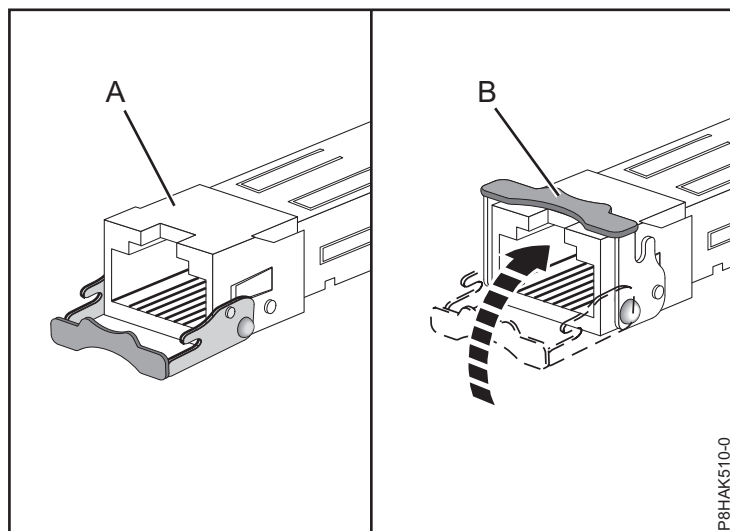

Figura 53. Substitució dels transceptors SFP a l'adaptador
- c. Amb el pestell **(B)** en posició d'obert, empenyeu el pestell fent-lo rotar i traient-lo de la targeta tal com es mostra a la Figura 53 a la pàgina 55.